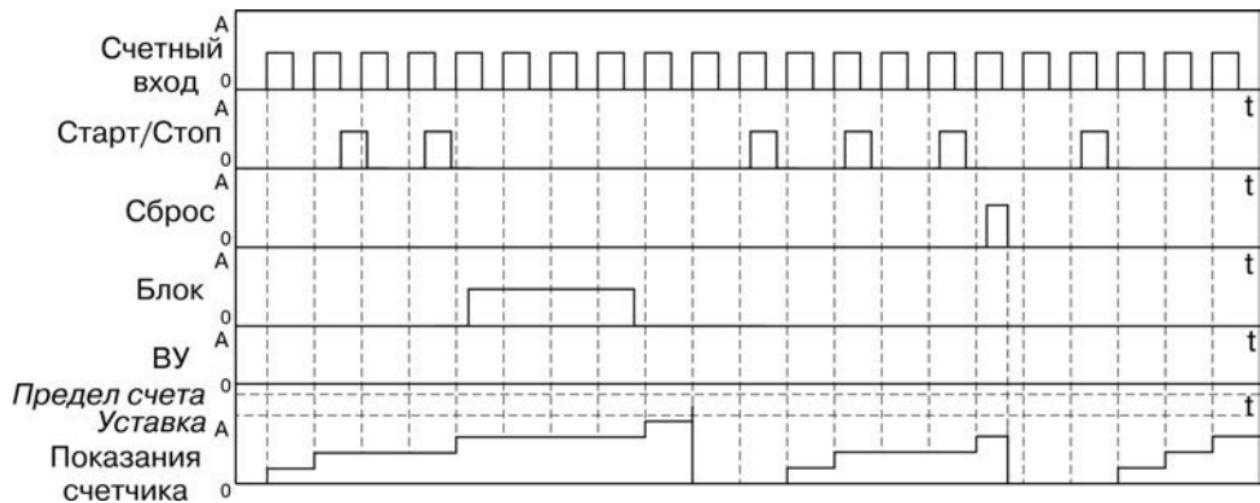

Рисунок 3.8
- тип работы по сигналу «Сброс» – «Сбросить счетчик и ждать сигнала «Старт» ($rSt=Stop$) (рисунок 3.8).